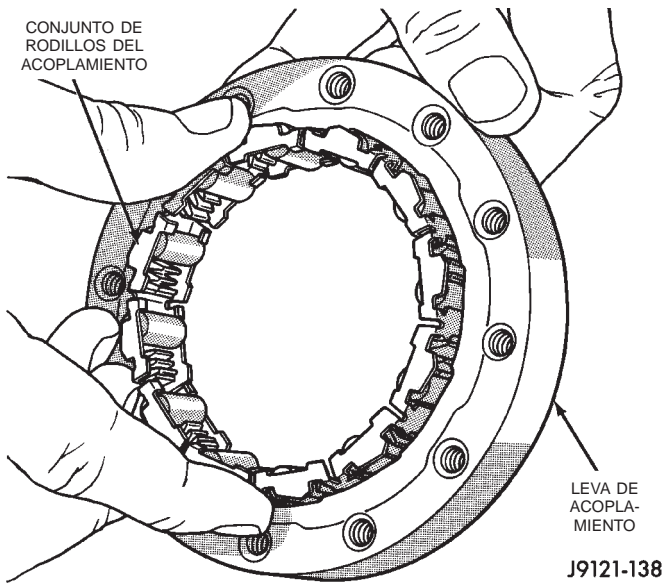

Fig. 113 Ensamblaje del acoplamiento de rueda libre y leva
(2) Instale el conjunto de rodillo, muelle y retenedor del acoplamiento de rueda libre en la leva del acoplamiento (Fig. 113).